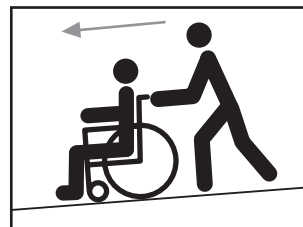

Abbildung 2
- Behalten Sie Ihre Geschwindigkeit auf Steigungen unter Kontrolle. (Abbildung 2).